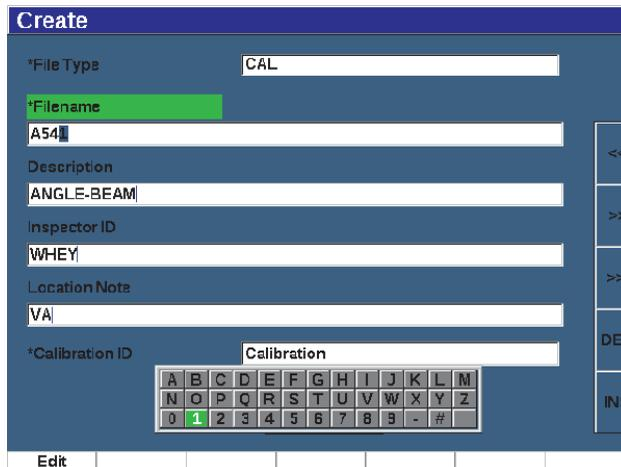

Figure 3-19 Fenêtre Create et clavier virtuel
2. Sélectionnez le paramètre **Create** (Création) [voir Figure 3-19 à la page 82].
5. Sélectionnez **Edit** (Modifier) pour afficher le clavier virtuel (voir Figure 3-19 à la page 82).